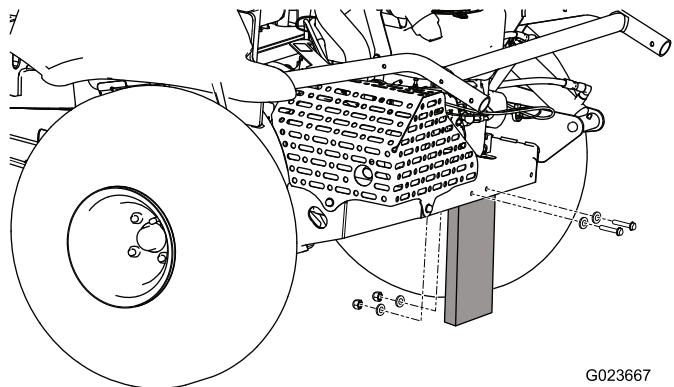

Figura 3
2. Retire los pernos, las tuercas y las arandelas que sujetan la tabla de transporte a la parte trasera de la máquina (Figura 3).